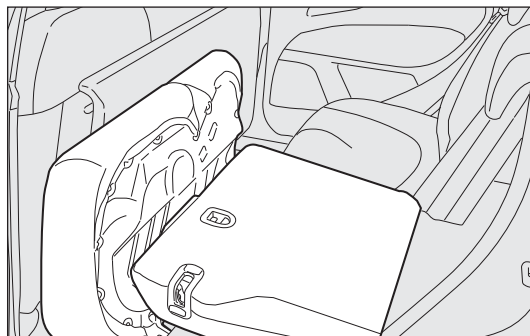

fig. 94
- ☐ renverser les coussins en avant dans le sens indiqué par la flèche fig. 94 ;